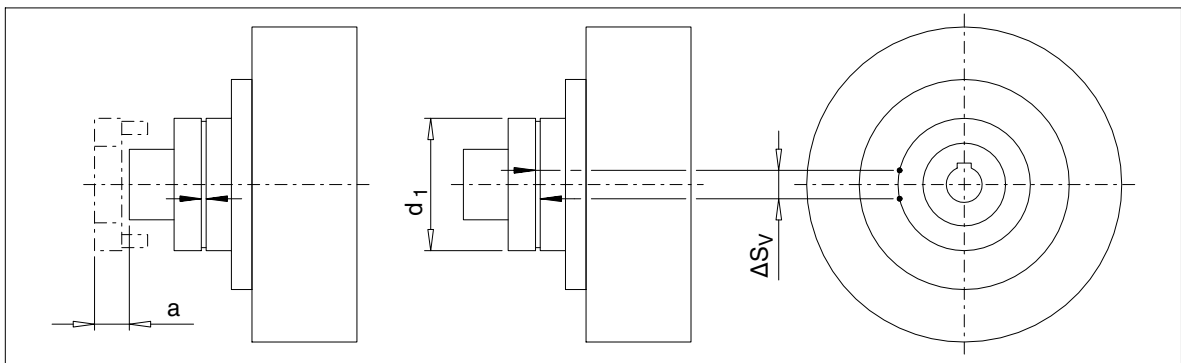

图 11: N-EUPEX 可拆式联轴器的维护间隔时间
只要提高的联轴器间隙对于联轴器运转不是不利的，那么弹性元件 (12) 在它们需要更换前一直留到达到规定的使用磨损界限。为了评估磨损情况，在表 10 中证明了所允许的扭转间隙，它是换算到联轴器外直径上的弦齿尺寸 ΔS_V 。为了测定该尺寸 ΔS_V ，将联接件在没有扭矩的情况下旋转到碰撞并在两侧划上标记（参见图 11）。通过反向旋转联接件，直到停止，标记彼此分离。标记间距离就是弦齿尺寸 ΔS_V 。如果尺寸 ΔS_V 超过在表 10 中规定的数值时，那么必须更换弹性元件 (12)。
对于 FAD 类型，换机罩 (12) 可以不移动已联接好的设备，如果考虑到替换尺寸 "a" (参见表格 10 和插图 11)。在部件 2/3 的螺栓连接松动后，轴向移动部件 3 并向部件 2 扭转。然后弹性元件 (12) 可供使用。